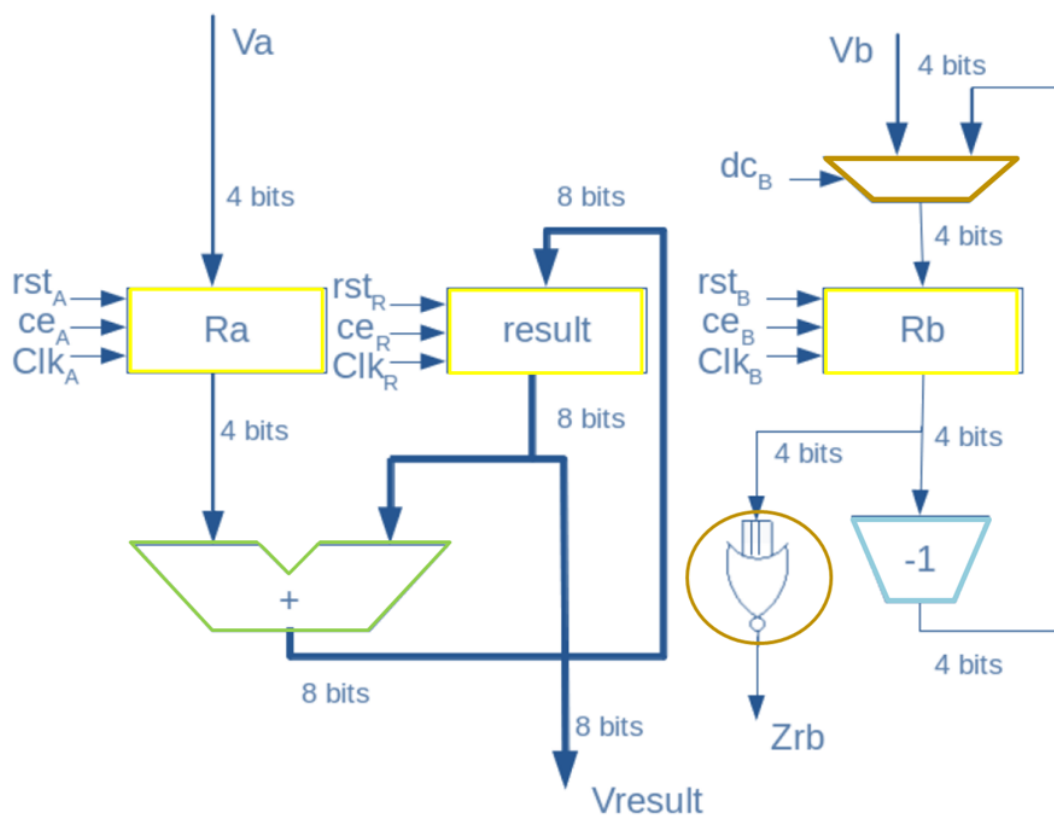

Figura I.2 – Diagrama de blocos das entradas, saídas e conexões internas do FD do multiplicador.
Uma análise um pouco mais detalhada, destas entidades e dos arquivos *.vhd de todos os componentes envolvidos permite também extrair um diagrama de blocos do fluxo de dados (FD), com seus sinais de entrada, saída, e os sinais que conectam seus componentes internos (Figura I.2).